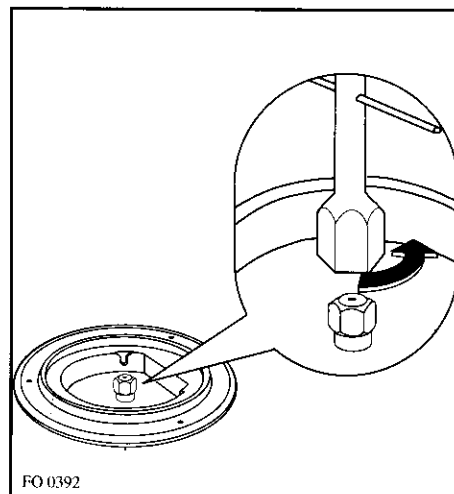

Fig. 14
- Avec une clé douille de 7, dévissez les injecteurs (Fig. 14) et remplacez-les par ceux convenant au type de gaz utilisé (voir tableau "DEBIT DES BRÛLEURS").